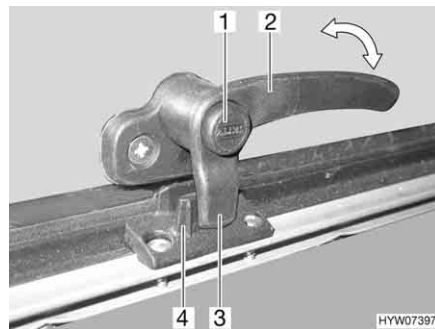
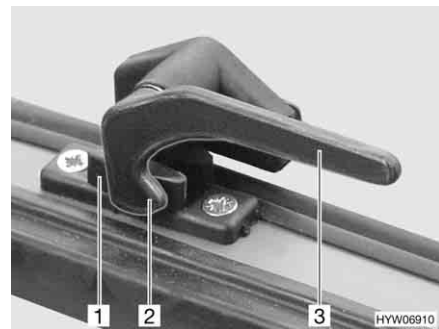

Bild 51 Verriegelungshebel mit Sicherungsknopf in Stellung "geschlossen"
Bild 52 Verriegelungshebel in Stellung "geschlossen"
- Wenn vorhanden, Sicherungsknopf (Bild 51,1) drücken und gedrückt halten.
- Den Verriegelungshebel (Bild 51,2 oder Bild 52,3) eine viertel Umdrehung zur Fenstermitte hin drehen.
- Den Verriegelungshebel (Bild 51,2 oder Bild 52,3) eine viertel Umdrehung zum Fensterrahmen hin drehen. Die Verriegelungsnase (Bild 51,3 oder Bild 52,2) am Verriegelungshebel liegt komplett auf der Innenseite der Fensterverriegelung (Bild 51,4 oder Bild 52,1).
- in Stellung "fest verschlossen" (Bild 51 und Bild 52)